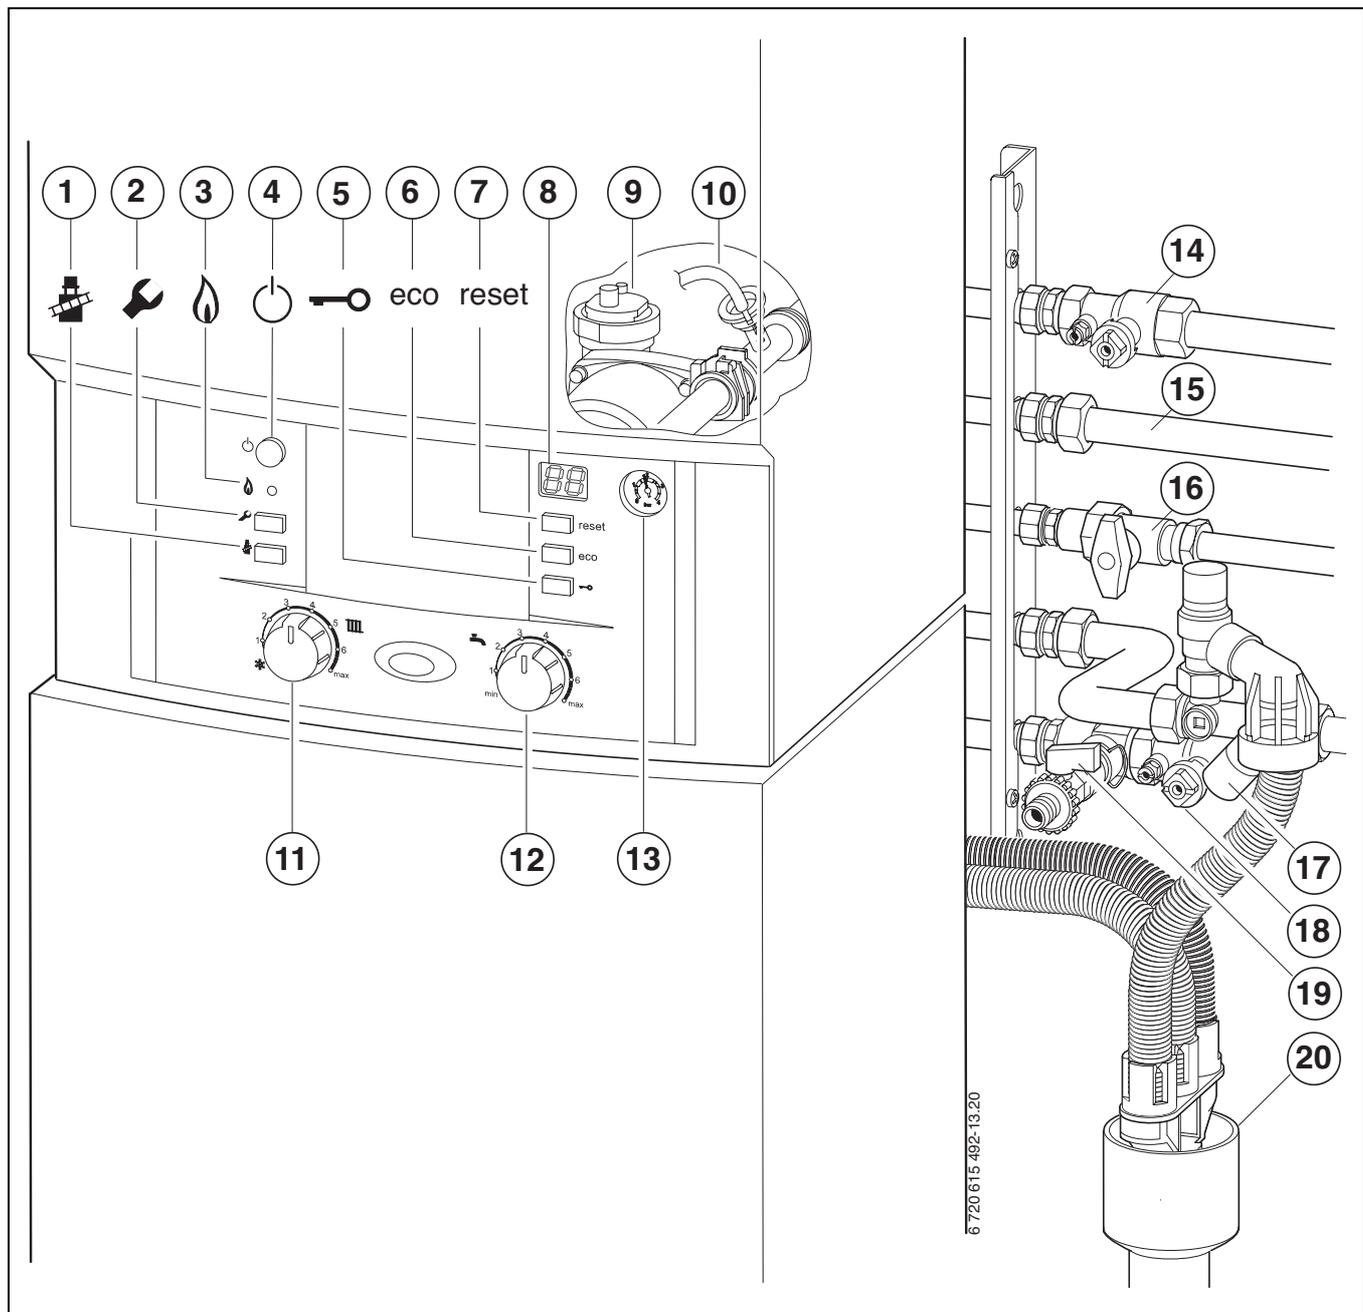

Bild 37
- ▶ Heizungsvorlaufhahn und Heizungsrücklaufhahn (→ Bild 37, [14] und [18]) öffnen und Heizungsanlage auf 1 -2 bar füllen und Füllhahn (extern) schließen.